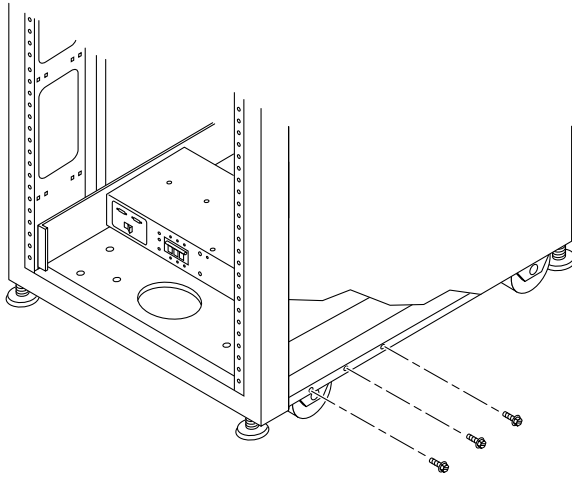

図 2-5 下部右側正面の取り付けネジの取り外し
1. 拡張キャビネット正面下部右側の 3 本の取り付けネジと、背面下部右側の 3 本の取り付けネジを取り外します (図 2-5)。